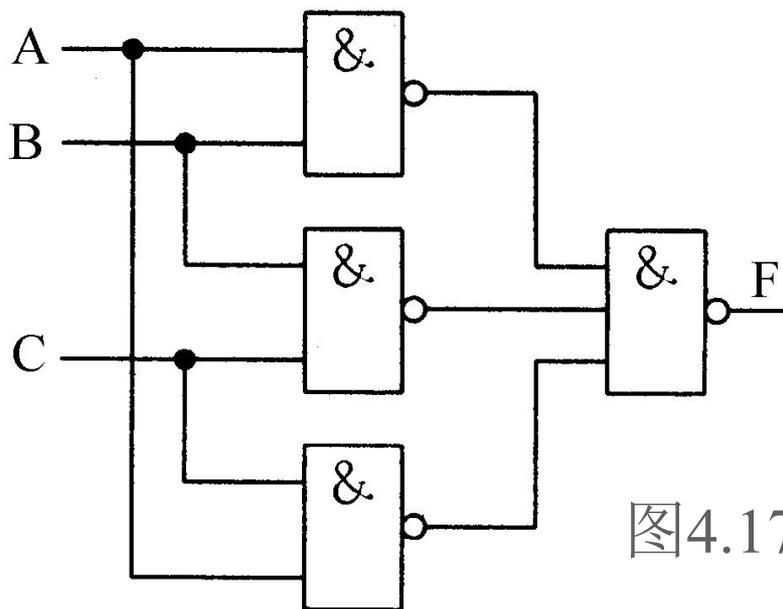

图4.17 表决器逻辑电路
如图4.17所示，具有以下逻辑功能：当输入端A, B, C中两个以上的输入端为高电平时，输出为高电平，否则为低电平。
(1) 检测所用的集成电路功能，判断集成电路好坏。
(2) 表决器逻辑功能的测试：① 按如图4.17所示连接电路，检查无误后接通电源；② 按表4.11分别测试输入不同组合的逻辑信号时的输出信号，将结果填入表17-11中，验证表决器的逻辑功能。